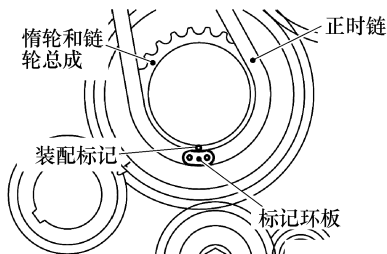

图 4-30 对齐装配标记
3) 将惰轮和链轮总成上的装配标记与正时链上的亮白标记环板对齐,如图 4-30 所示。